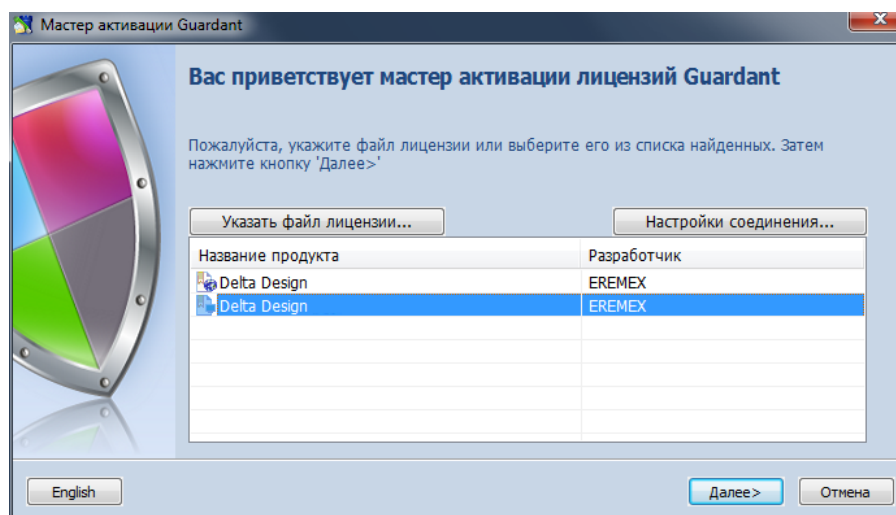

Рис. 34 Выбор нового пункта
15. Выберите в главном окне мастера появившийся новый пункт и нажмите кнопку «Далее», см. Рис. 34.